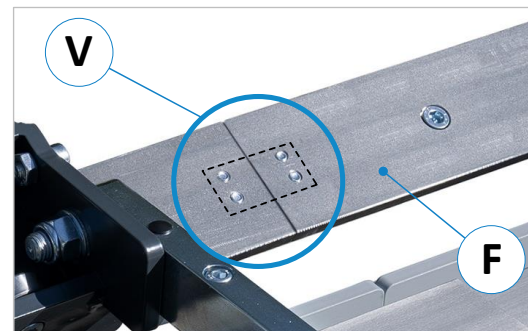

Figure 10 : guide en acier plat pour BK/F et E/KF
Visser solidement les rails de guidage plats (F) du convoyeur à rouleaux, qui sont montés en biais, avec la patte de montage arrière (V) sur la face arrière (voir ⇒ Figure 10). Lors de la mise en place de la patte de montage (V), veiller à ce que les aciers plats soient exactement alignés les uns par rapport aux autres → L'entrefer entre les aciers plats doit être aussi faible que possible.